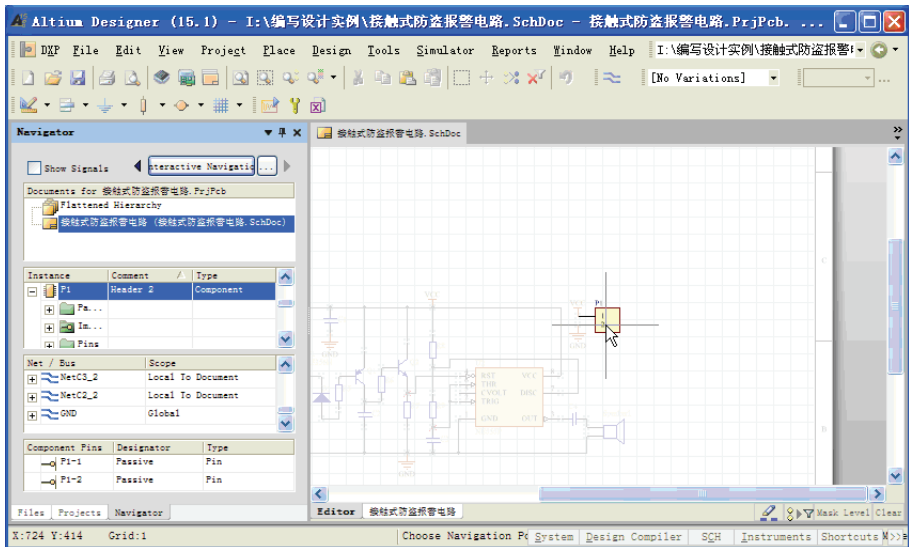

图 5-22 导航器面板的交互导航功能
(3) 交互导航功能。单击导航器面板的交互导航  按钮, 出现大十字光标, 单击原理图中的图件, 与之关联的图件被定位, 如图 5-22 所示。同时导航器面板各栏也显示相应内容。